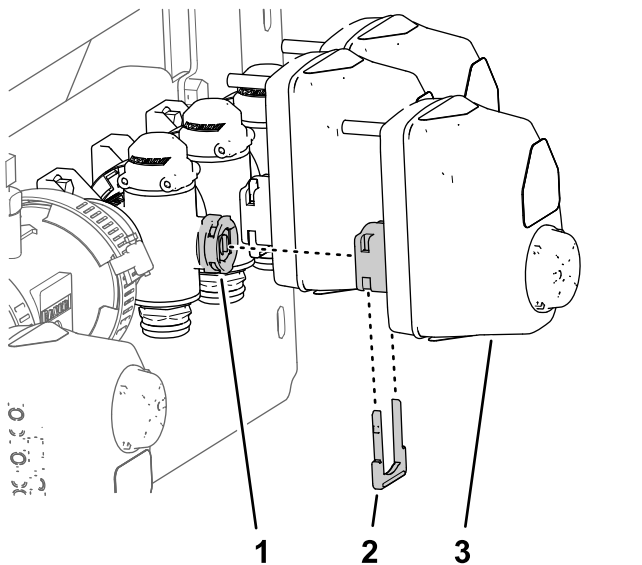

Рисунок 51
- Совместите соединитель привода клапана секции стрелы, снятого при выполнении пункта 2 раздела Демонтаж привода клапана \(страница 27\), с отверстием штока в коллекторном клапане (Рисунок 51).
- Закрепите привод клапана секции на коллекторном клапане при помощи держателя (Рисунок 51), снятого при выполнении пункта 1 раздела Демонтаж привода клапана \(страница 27\).